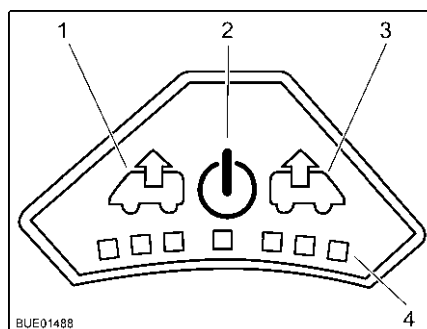

Bild 101 Fläktreglage
- Tryck på på/av-knappen (Bild 101,2). Fläkten går i komfortläge (vädring med lägsta fläktvarvtal).
- För att höja fläktvarvtalet: Tryck på vädringsknappen (Bild 101,1). Fläktvarvtalet i vädringsriktningen ökar en nivå. Lampor (Bild 101,4) visar de olika nivåerna.
- För att minska fläktvarvtalet: Tryck på ventilationsknappen (Bild 101,3). Fläktvarvtalet minskar en nivå.
- För att höja fläktvarvtalet: Tryck på ventilationsknappen (Bild 101,3). Fläktvarvtalet i ventilationsriktningen ökar en nivå. Lampor (Bild 101,4) visar de olika nivåerna.
- För att minska fläktvarvtalet: Tryck på vädringsknappen (Bild 101,1). Fläktvarvtalet minskar en nivå.
- Tryck på på/av-knappen (Bild 101,2). Fläkten stannar och lamporna släcks.